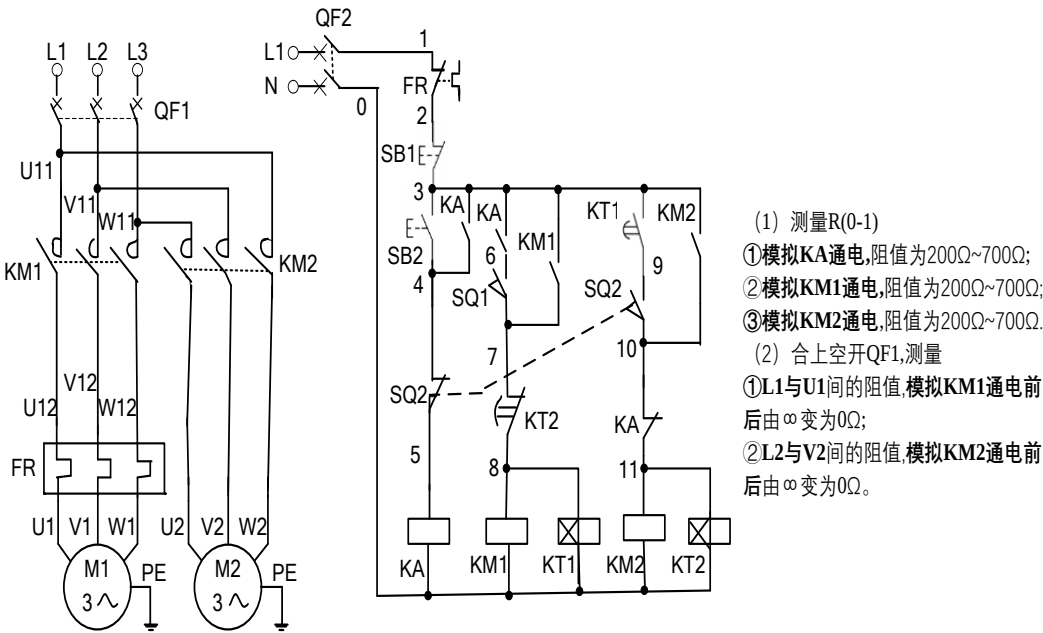

图 3 电气控制电路原理图（举例）
三、安装与调试如图 3 所示电气控制线路。(150 分)
测量：①R（0-1）②R（L1-V1）和 ③R（L2-V2）（具体要求见图 3 右边文字）。（仅作参考，考试会根据电路图其测量点位和模拟通电支路根据题目而调整）。